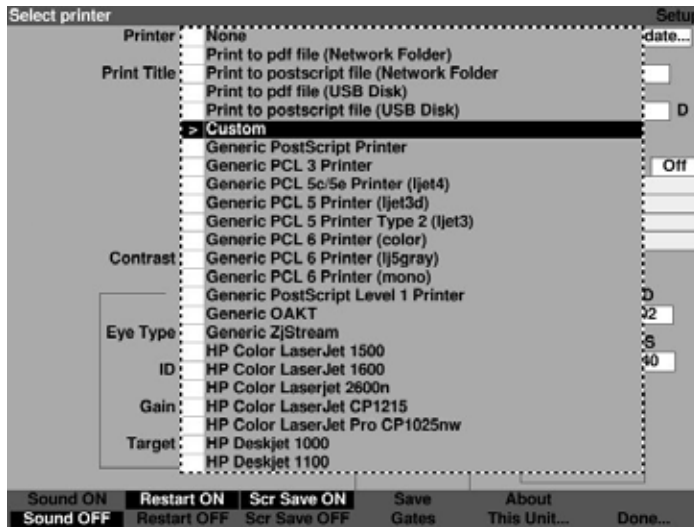

Figura 5-32 Selección de controladores de impresora personalizados
- Presione el control giratorio o la marca de verificación para activar el campo de la impresora, indicado con un borde punteado, como se muestra en la Figura 5-32.